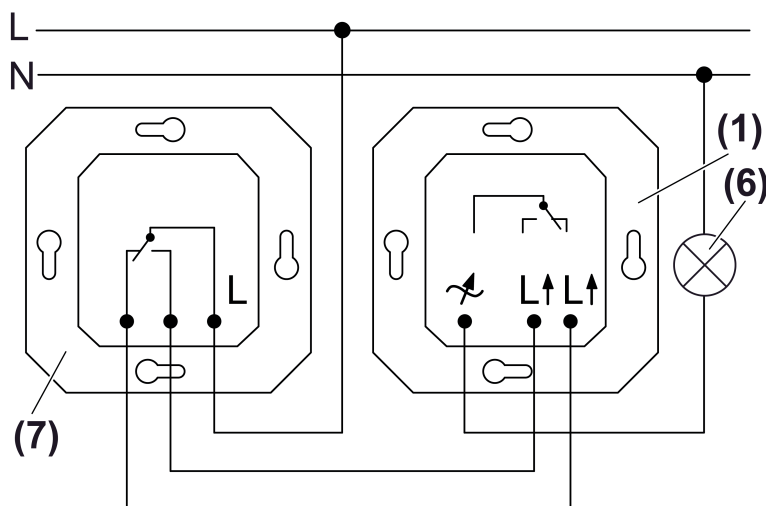

Figura 3: Conexión alterna
- Conectar el aparato de control (1), el conmutador inversor (7) y la lámpara (6) según el esquema de conexión (figura 3).